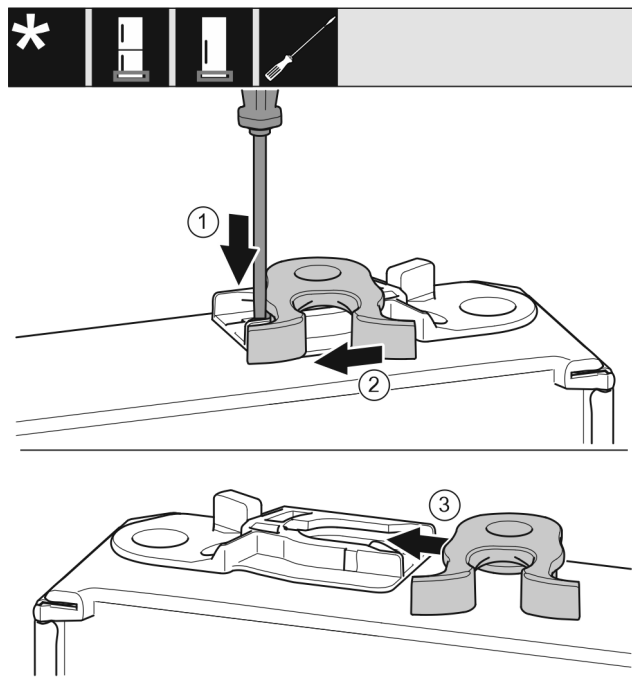

Fig. 18
- ▶ Tryk lasken ned med den flade skruetrækker. Fig. 18 (1)
- ▶ Træk låsekrogene ud af føringen. Fig. 18 (2)
- ▶ Skub lukkeanordningen ind i føringen i den anden side. Fig. 18 (3)